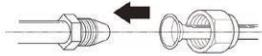

fig. 17 -
- Dopasować końce poszerzonej poprzednio rury ("fig. 17 -") z końcami przyłączyc na jednostkach wewnętrznych